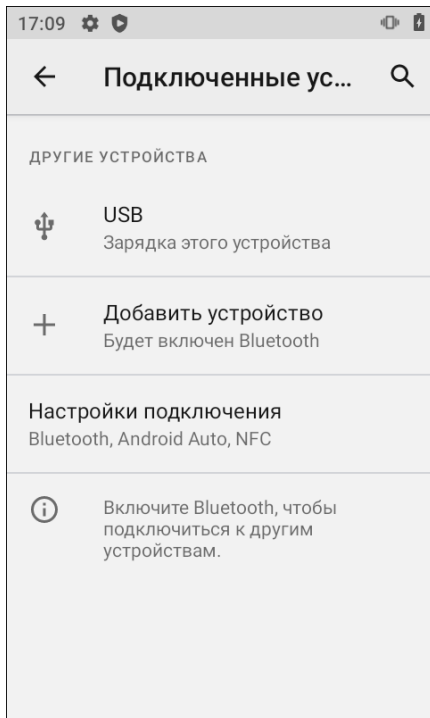
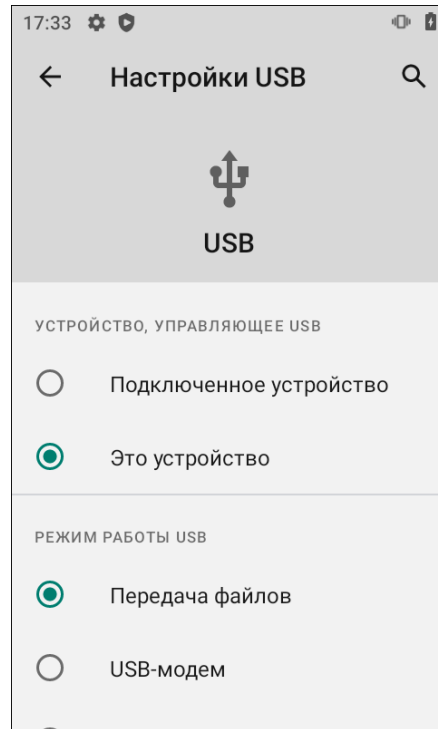

Рисунок 33. Раздел **Подключенные устройства**
Рисунок 34. Настройка режима работы USB
- 2 Перейти в **Настройки** (рисунок 11а) -> **Подключенные устройства** (рисунок 13) -> **USB** (рисунок 33) и выбрать пункт **Передача файлов** (рисунок 34).